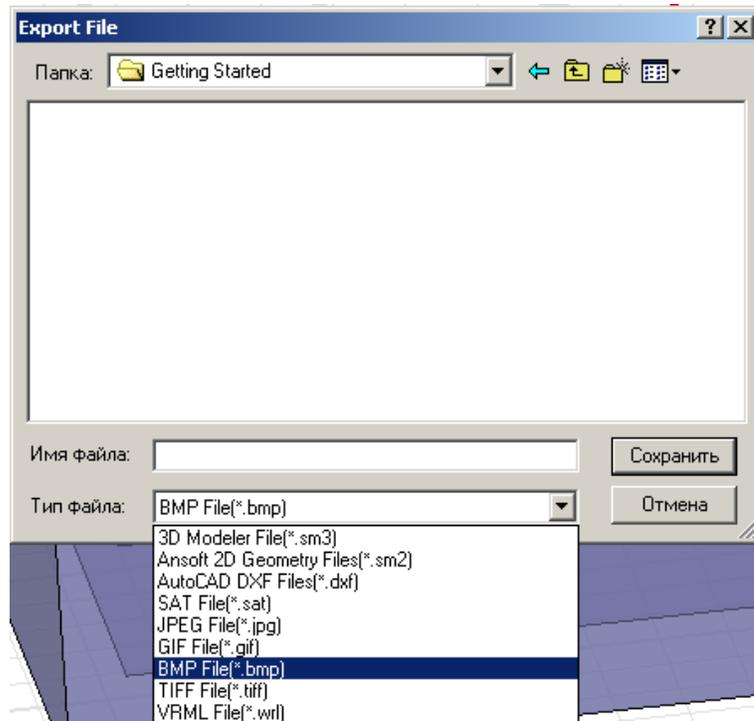

Рис.1.23. Диалог экспорта и возможные форматы сохранения файла
3. Напечатайте имя файла в поле **File name** (рис. 1.23).